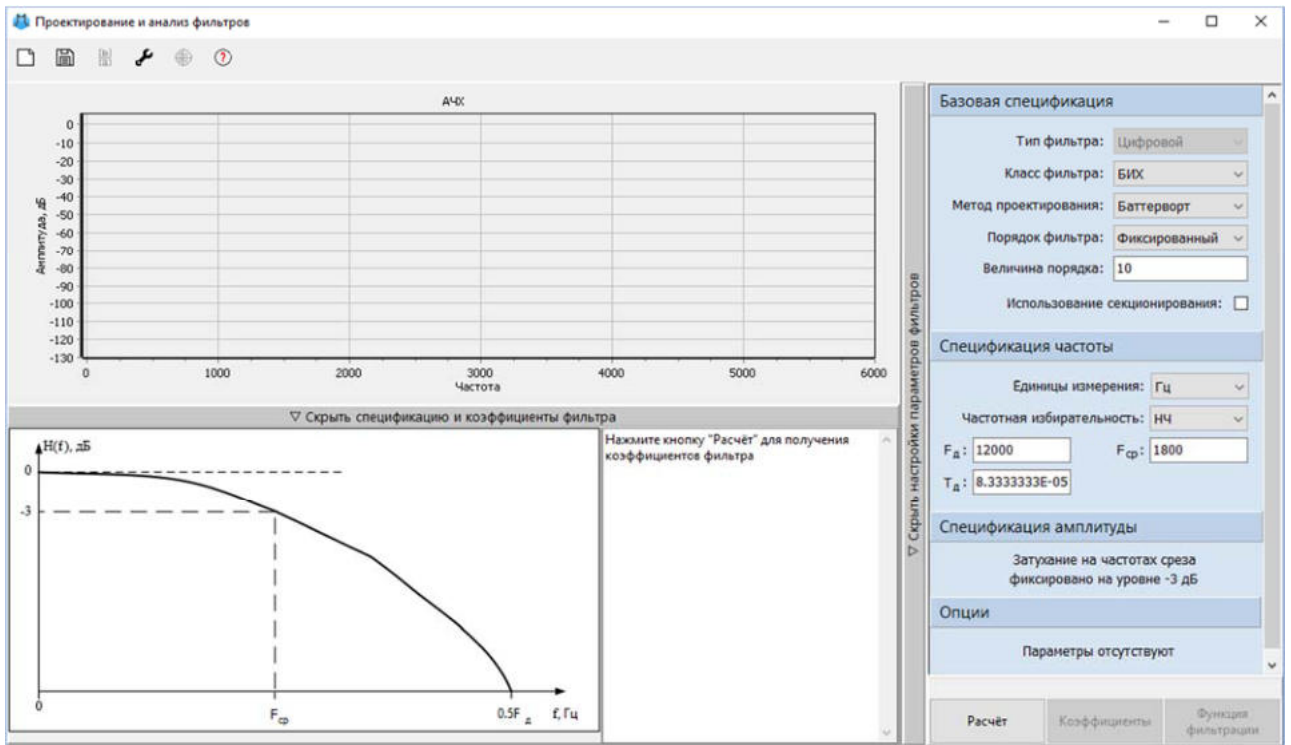

Рис. 4. Окно "Проектирование и анализ фильтров" блока "Цифровой фильтр" с подписью "КИХ-фильтр" с значениями по умолчанию.
1. Двойным нажатием левой кнопкой мыши по блоку Цифровой фильтр с подписью КИХ-фильтр открыть окно Проектирование и анализ фильтров, которое служит для расчетов фильтров и задания их параметров (Рисунок 4).